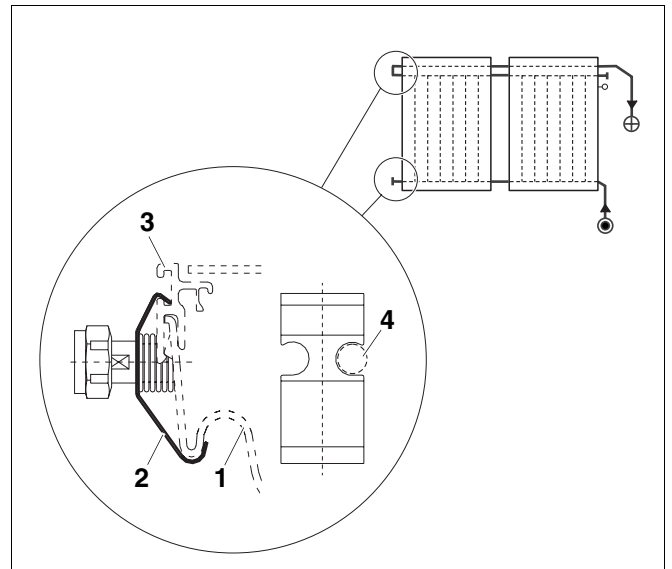

Abb. 53 Sicherungsbleche montieren
- Legen Sie die untere Kante des Sicherungsbleches (Abb. 53, **Pos. 2**) in die Kollektorwanne neben den Anschluss (Abb. 53, **Pos. 4**) ein.
- Drücken Sie das Sicherungsblech (Abb. 53, **Pos. 2**) oben gegen den Rahmen (Abb. 53, **Pos. 3**), bis es im Rahmenprofil eingeklinkt ist.
- Schieben Sie das Blech über den Anschluss (Abb. 53, **Pos. 4**).